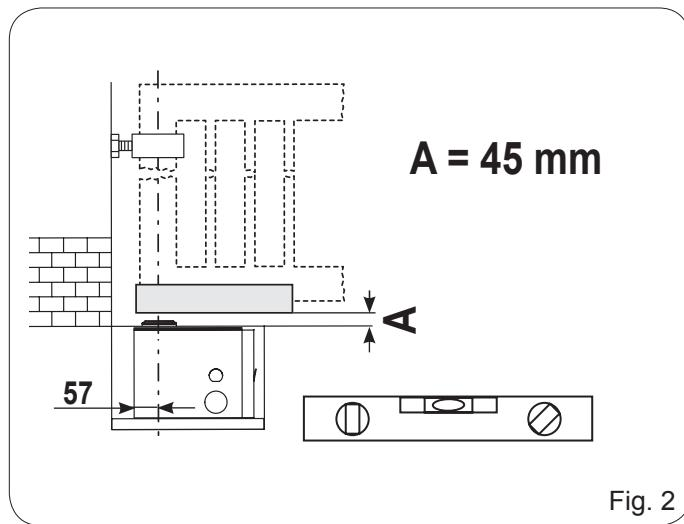

Fig. 2
*Las medidas para la colocación de la caja deben coincidir con las indicadas en la Fig. 2.*
*De afmetingen voor het plaatsen van de behuizing moeten overeenkomen met die in Fig. 2.*